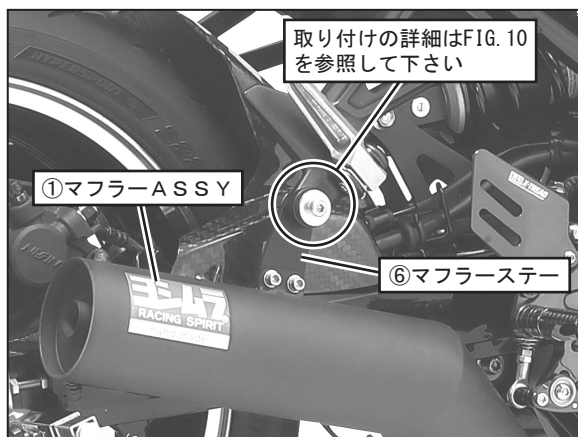

FIG. 9
8. ⑥マフラスターを純正ボルト、純正ワッシャ、純正ナットを使用して、車両右側のタンデムステップブラケットに仮締めして下さい。(FIG. 9, 10 参照)